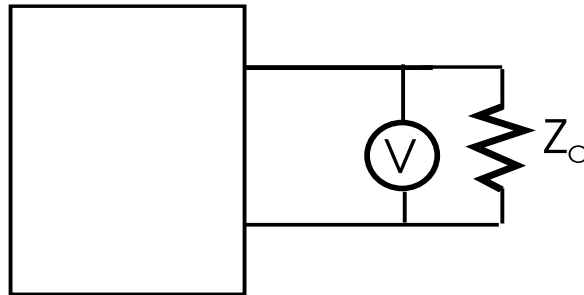

Figura E.3: montagem em paralelo de um voltímetro.
O voltímetro, ao contrário do amperímetro, deverá ser colocado em paralelo no circuito a medir (figura E.3). Assim, o voltímetro ideal deverá apresentar uma resistência infinita para não derivar nenhuma corrente do circuito em teste e não o perturbar. A unidade de medida da voltagem eléctrica é o Volt (V).